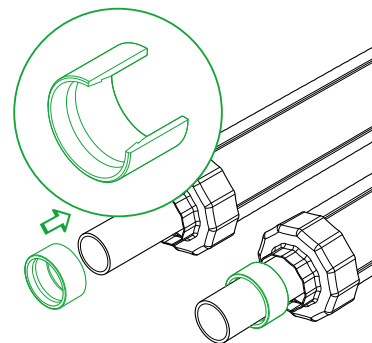

Рис. 4.5.3
4. Надеть гильзу подвижную на напорную трубу внутренней фаской по направлению к торцу трубы (рис. 4.5.3)